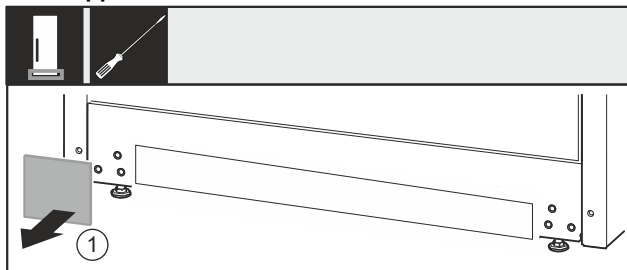

Fig. 23
- Afdekking Fig. 23 (1) wegnemen.